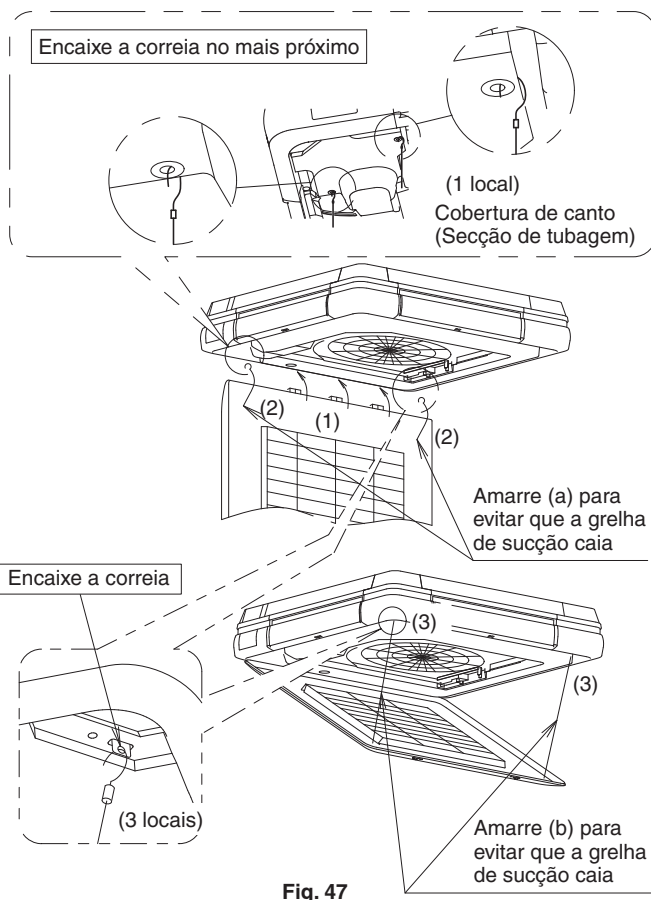

Fig. 47
- Após encaixar a grelha de sucção na ordem oposta mencionada na cláusula "4. PREPARAÇÃO ANTES DA INSTALAÇÃO - (3)" (Consulte a Fig. 47-(1)), encaixe a correia (a) para evitar que a grelha caia. (Consulte a Fig. 47-(2))
- Encaixe a correia (b) para evitar que a grelha de sucção caia. (Consulte a Fig. 47-(3))